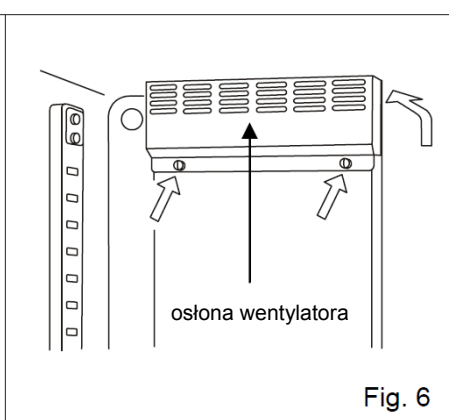

Fig. 6
7. Wykręć 2 śruby mocujące osłonę wentylatora i zdejmij ją (Rys. 6)